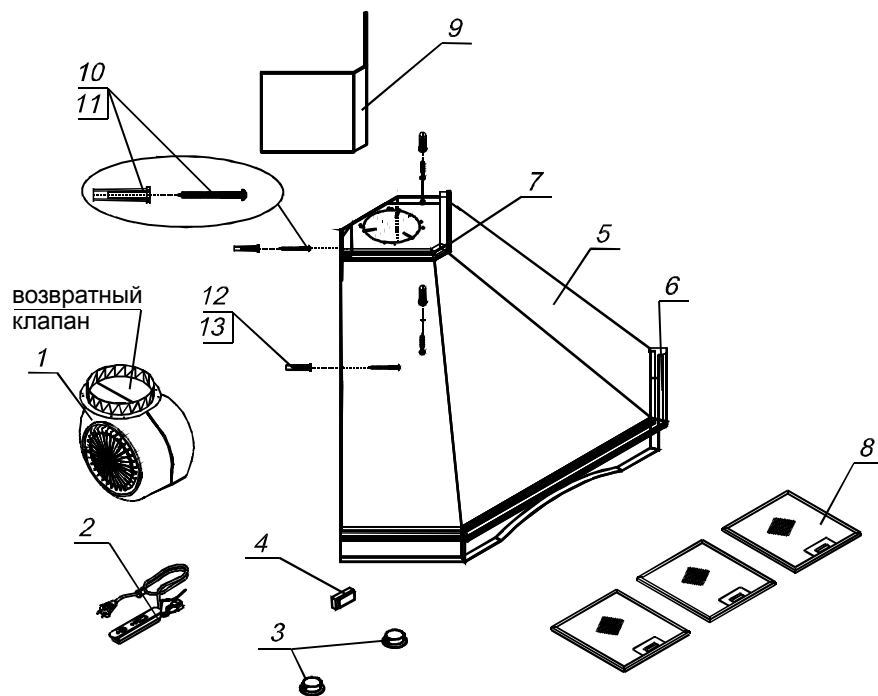

РИС. 2
1.4 Перед эксплуатацией вытяжного зонта убедитесь в том, что возвратный клапан, расположенный на горловине вентилятора (рис. 2), имеет свободный ход (легко поднимается вверх и опускается).
- просверлите в стене через прокладку четыре отверстия для установки дюбелей $\varnothing 8$ мм (поз. 10, 12; рис. 2) и забейте их;
- в отверстия двух верхних дюбелей вверните шурупы (поз. 11, рис. 2));
- дополнительно закрепите зонт двумя шурупами (поз. 13, рис. 2);